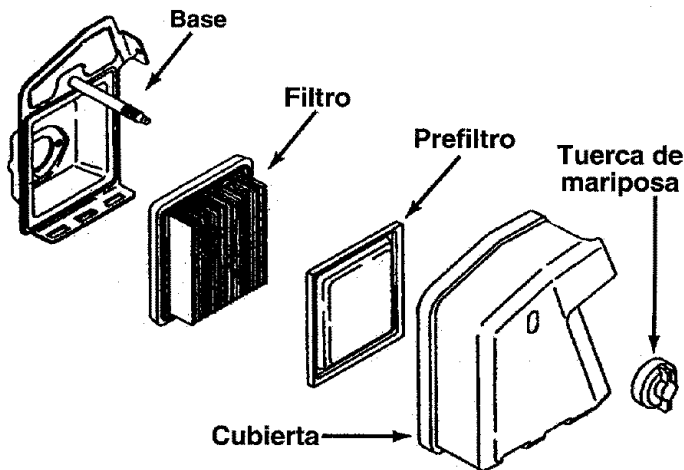

FIGURA 15.
- Quite la tuerca mariposa y la tapa. Remueva el filtro de papel. Véa figura 15.